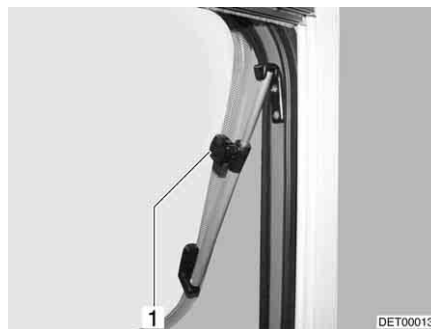

Fig. 8 Finestra apribile con deflettori a rotazione, aperta
- Aprire la finestra apribile fino alla posizione desiderata e fissarla mediante il pomello zigrinato (Fig. 8,1).
- Ruotare il pomello zigrinato (Fig. 8,1) fino a che l'arresto viene sbloccato.